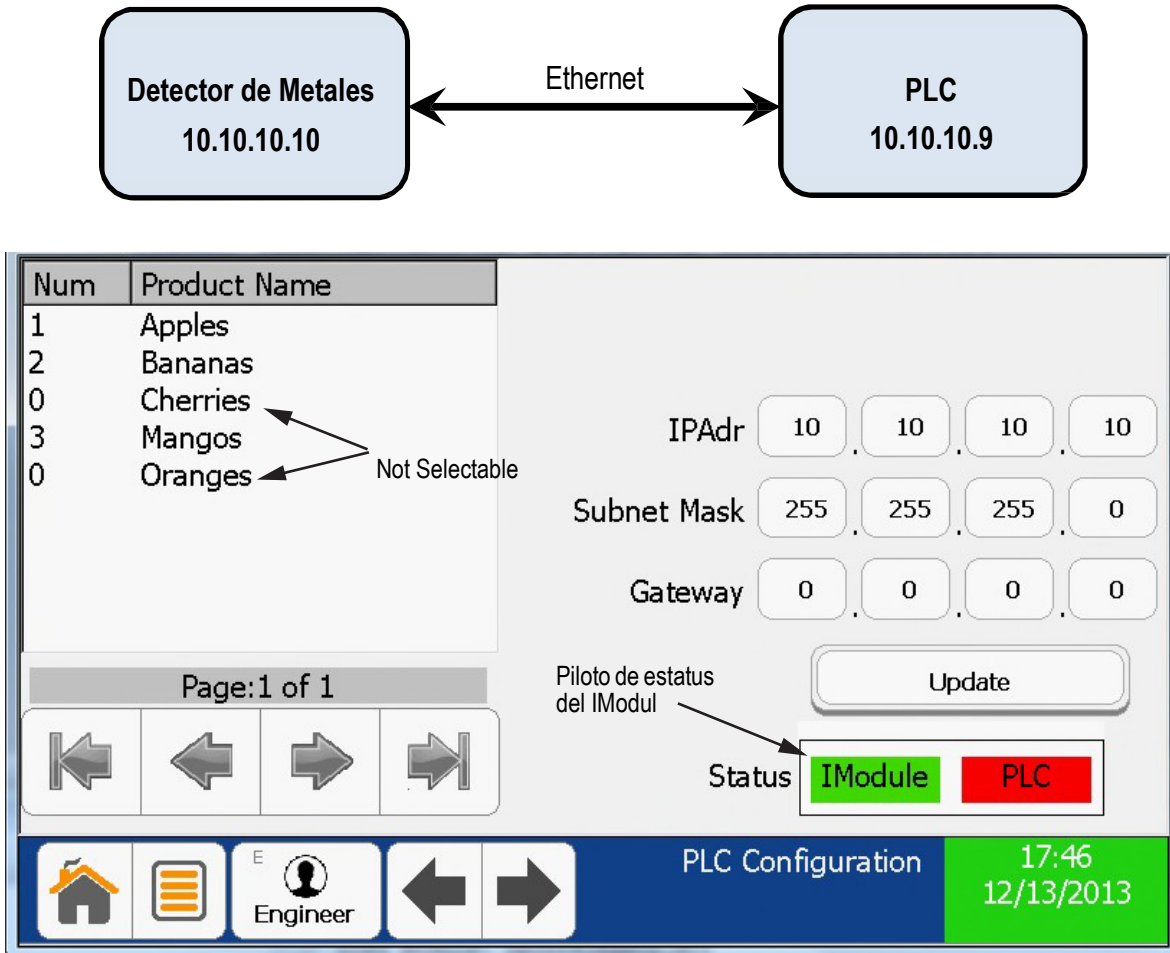

Figura 5-2. Interfaz Ethernet IP
3. Verifique que el piloto *IModule* encienda en verde. Ver Figura 5-2.